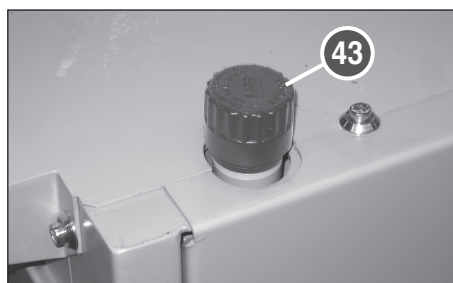

Fig. 19
- 43 = Astina controllo livello olio (fig. 19)
LIVELLO DELL'OLIO (fig. 19):